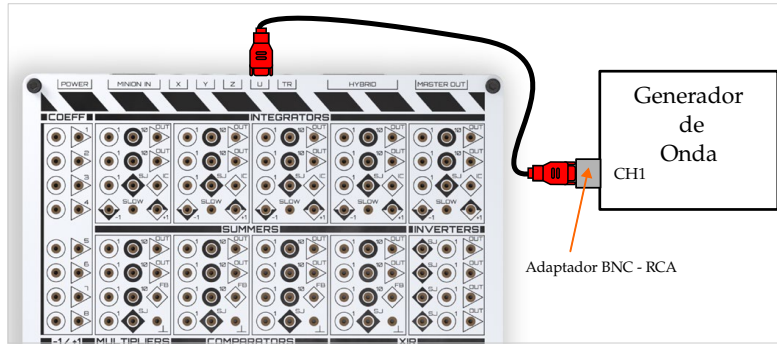

Figura 13: Conexión del generador de ondas.
- b) Conecte el generador de ondas a la entrada U como se muestra en la figura 13, usando el adaptador BNC-RCA provisto.